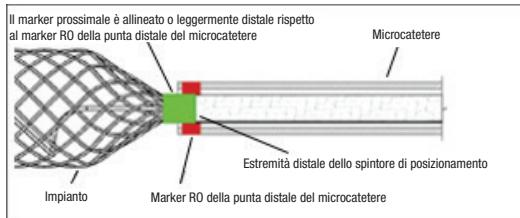

Figura 6 – Posizione delle bande del marker per il distacco
- Servirsi della fluoroscopia per fare avanzare lentamente l'impianto fuori dalla punta del catetere. Continuare a fare avanzare l'impianto nel sito desiderato fino a quando il marker radiopaco prossimale sull'impianto sia allineato o leggermente distale dal marker RO della punta distale del catetere, posizionando la zona di distacco appena al di fuori della punta del catetere. Vedere Figura 6. Riposizionare se necessario. Se la dimensione dell'impianto non è adeguata, rimuoverlo e sostituirlo con un altro dispositivo. Se si osserva un movimento indesiderabile dell'impianto sotto fluoroscopia dopo il posizionamento e prima del distacco, rimuovere l'impianto e sostituirlo con un altro impianto di dimensioni più appropriate. Lo spostamento dell'impianto potrebbe indicare che l'impianto potrebbe migrare dopo il distacco. NON ruotare lo spintore di posizionamento durante o dopo il posizionamento dell'impianto nel sistema